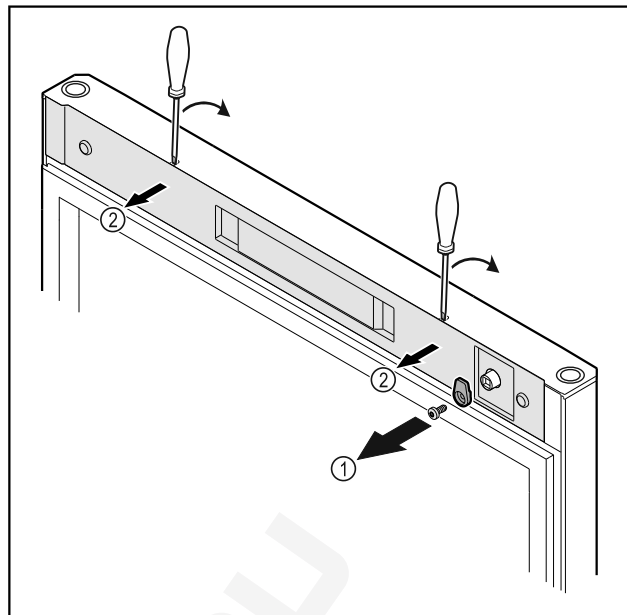

Fig. 6
- ▶ Csavarja le a reteszelő kampót Fig. 6 (1).
- ▶ Pattintsa ki a burkolatot Fig. 6 (2) egy csavarhúzó segítségével, és vegye le.